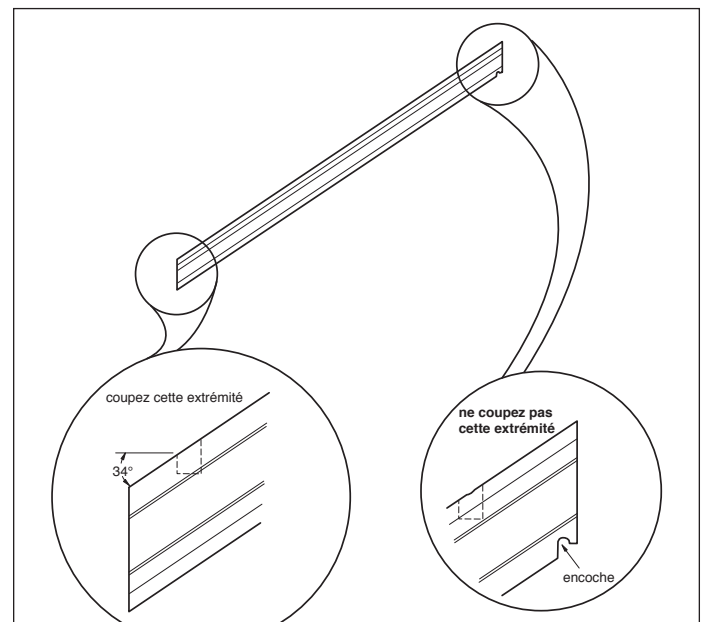

fig. 2
Étape 1 : Mesurez la distance entre les montants et, si nécessaire, coupez les rampes de 5,1 cm x 10,2 cm (2 po x 4 po) à la dimension souhaitée en raccourcissant l'extrémité sans encoche. Le balustre et les rampes ont été précoupés à 34 degrés et par conséquent si vous avez besoin de couper les rampes et la rampe supérieure, coupez-les à l'angle de 34 degrés (**fig. 2**). Coupez la rampe supérieure à la même extrémité que les rampes.